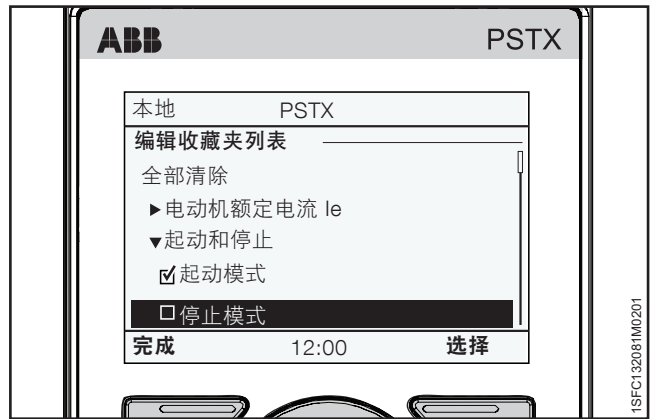

图 6.18 “收藏夹”菜单
3. 按 “选择”选择参数。所选参数前面会显示一个选中标记。按 “取消选择”以取消选择该参数。按 “完成”保存并退出。请参见图 6.18。